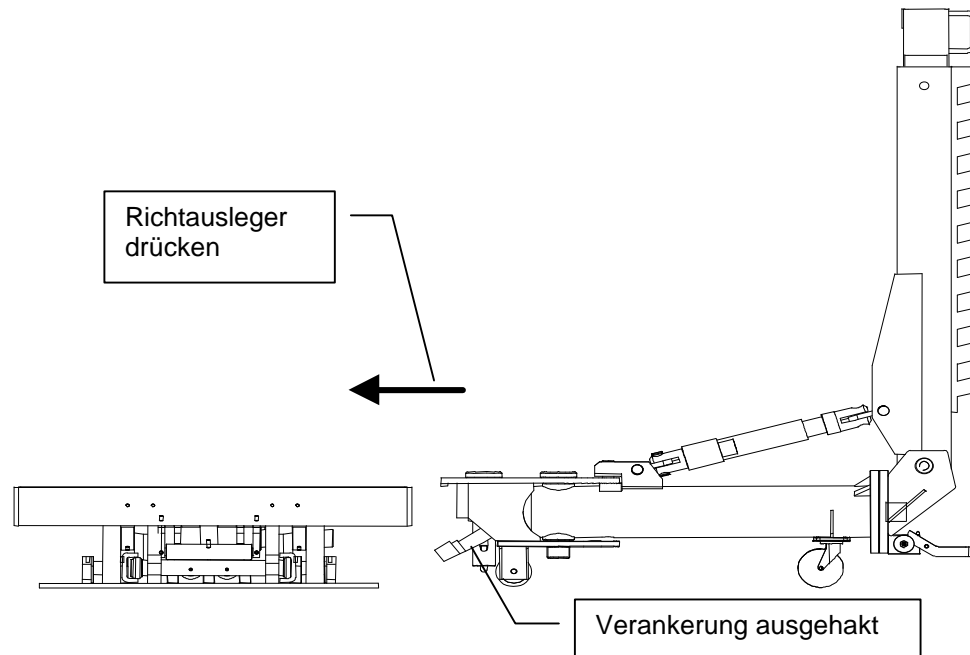

Abbildung 16
- Sicherstellen, daß die Verankerung des Richtauslegers ausgehakt ist (siehe Abb. 16 u. 17).